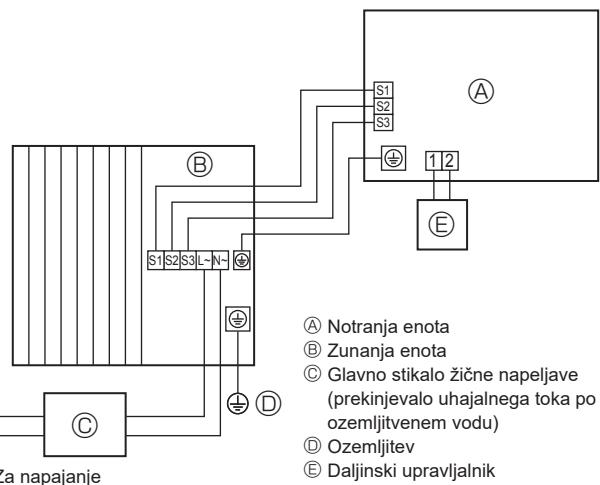
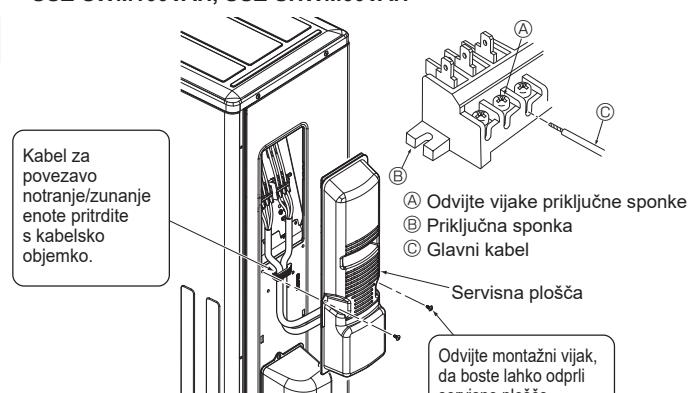

Fig. 6-1
Fig. 6-3
6.1. Zunanja enota (Fig. 6-1, Fig. 6-2, Fig. 6-3)
① Odstranite servisno ploščo.
② Napeljite kable, kot je prikazano na slikah Fig. 6-1, Fig. 6-2 in Fig. 6-3.